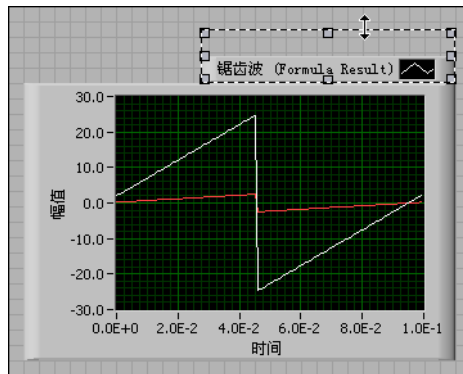

图 1-11 展开图例
2. 如图 1-11 所示，出现双箭头时，单击并拖动图例边框，使图例显示出第二条曲线。释放鼠标后，出现第二条曲线的名称。